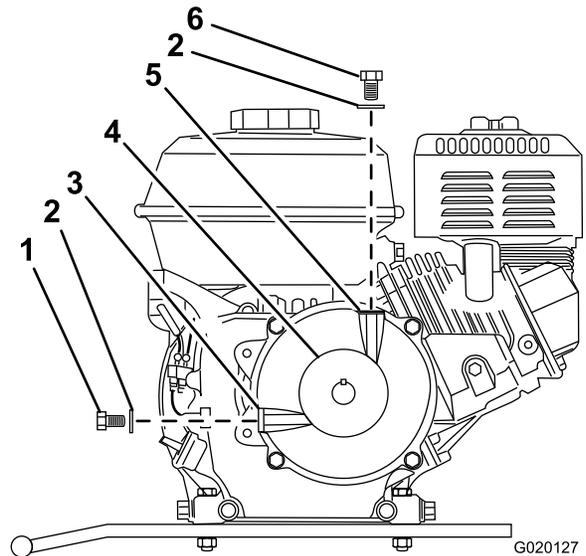

**Figura 64**
2. Localice la caja reductora entre el motor y la polea del motor (Figura 64).
4. Retire el perno y la arandela de comprobación del nivel de aceite del orificio de nivel de aceite (Figura 64).
- A. Retire el perno y la arandela de llenado del orificio de llenado situado encima de la caja reductora (Figura 64).
- C. Instale el perno de llenado y la arandela en el orificio de llenado de la caja reductora, y apriete el perno de llenado (Figura 64).
5. Cuando el aceite esté al nivel de las roscas de la parte inferior del orificio de nivel de aceite, instale el perno y la arandela de comprobación del nivel de aceite en el orificio y apriete el perno de comprobación del nivel de aceite (Figura 64).
8. Vierta lentamente aceite del tipo especificado en el orificio de llenado hasta que el nivel llegue a las roscas de la parte inferior del orificio de nivel de aceite (Figura 64).